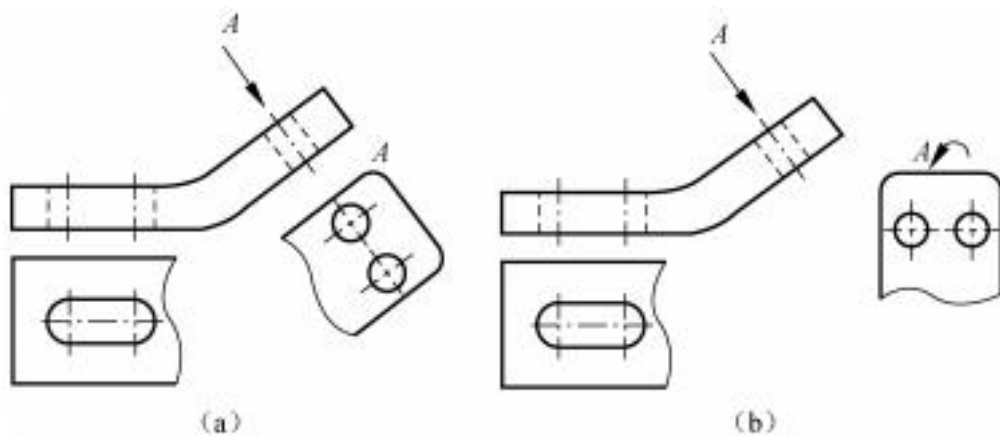

图 4-7 斜视图
- ❖ 当机件上某部分的倾斜结构不平行于基本投影面时，则在基本视图中不能反映该部分的实形，可选择一个新的辅助投影面，使它与机件上倾斜的部分平行（且垂直于某个基本投影面）。然后，将机件上的倾斜部分向新的辅助投影面投射所得到的视图称为斜视图，如图4-7（a）所示。
- (1) 斜视图通常按向视图的配置形式配置并标注，如图4-7(a) 中的A视图。
- (2) 斜视图只反映机件上倾斜结构的实形，其余部分省略不画。斜视图的断裂边界可用波浪线或双折线表示，如图4-7(a) 中的A视图。